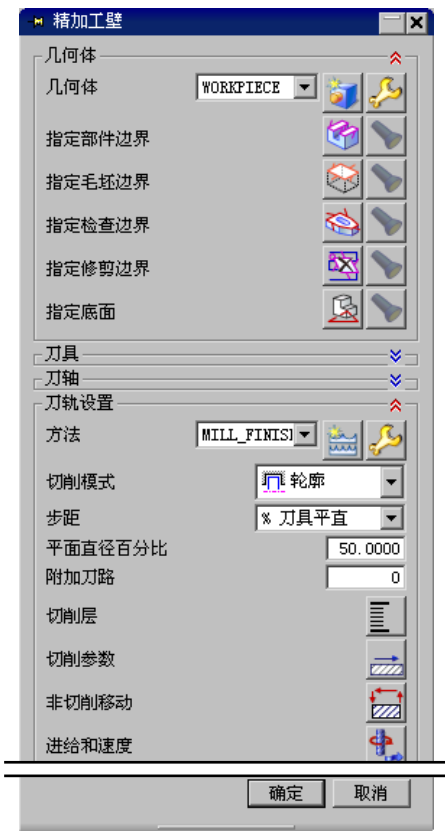

图 3.9.2 “精加工壁”对话框
Step3. 在“创建操作”对话框中单击 **确定** 按钮，系统弹出图 3.9.2 所示的“精加工壁”对话框，在 **几何体** 区域中单击“选择或编辑部件边界”按钮 ，系统弹出“边界几何体”对话框。